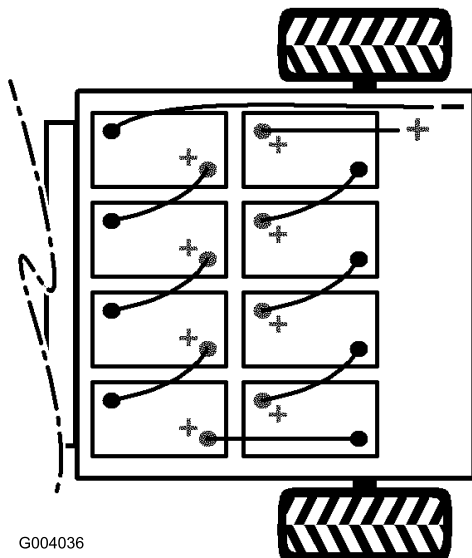

Figura 6
4. Instale as baterias (gravura Figura 6).
Nota: Obs.: Preste atenção à polaridade das baterias quando trocar de baterias (Figura 6).
6. Ligue as baterias umas às outras com os cabos próprios (gravura Figura 6). As pontas dos cabos de ligação não podem tocar em arestas vivas.
7. Aperte o parafuso e fixe o outro lado do dispositivo de bloqueio com um parafuso novo (5/16 x 3/4 polegada) e porca flangeada (5/16 polegada) (Figura 6).
8. Ligue o fio positivo comprido e vermelho das baterias ao veículo (Figura 6).
9. Ligue o fio negativo comprido e preto das baterias ao veículo (Figura 6).